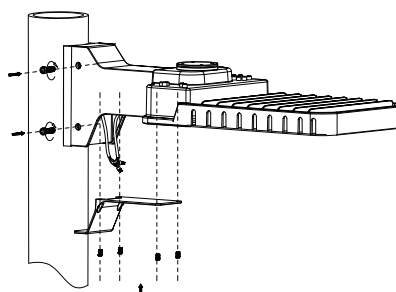

FIG. 12
3. Serrez les 4 boulons M8*20 sur le bras fixe et attachez-le à l'adaptateur. Connectez les fils d'alimentation correctement (voir les schémas de câblage ci-dessous), réalisez les connexions de câblage à l'intérieur du bras fixe et fixez le couvercle inférieur avec des vis (voir la FIG. 12). Les connexions de câblage peuvent aussi être réalisées à l'intérieur du poteau.